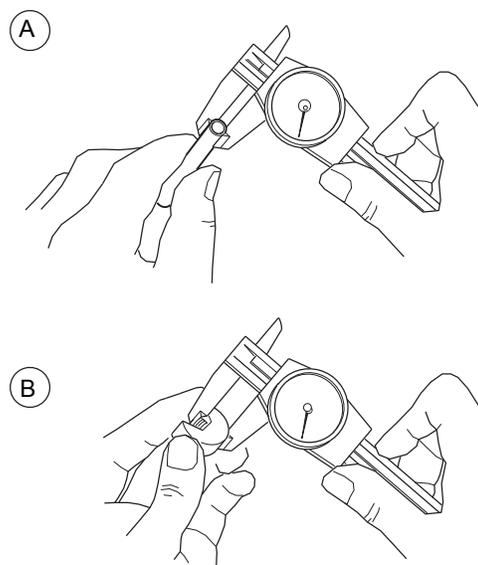

図 11:アーク・ギャップ・ゲージの設定
1. ノギスまたはマイクロメーターを使用して溶接物の外径を測定し、その測定値を記録します(図 11 の A)。
- 同梱の 3/32 インチ・サイズの六角レンチを使用して、表で確認した設定値にアーク・ギャップ・ゲージをセットします。アーク・ギャップ・ゲージの底部から、調節ネジの上部までを測定します(図 11 の B)。